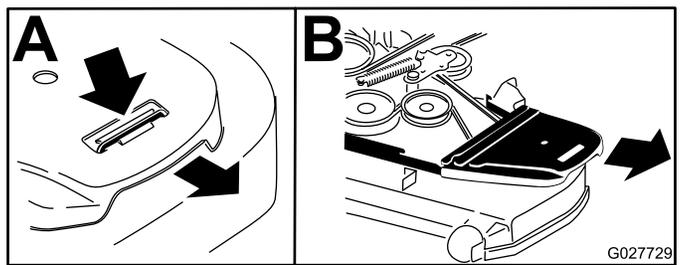

Рисунок 90
5. Снимите пластмассовую крышку ремня (Рисунок 90).
4. Снимите крышки ремней (**Рисунок 90**).